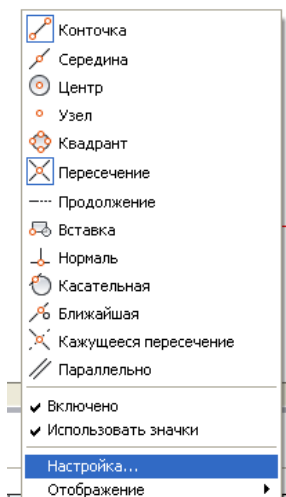

Рис.106
- с. Из начала координат нужно провести две осевые линии под углом 45° . Для этого нужно провести настройку режима с помощью контекстного меню (*Настройка*) кнопки *Объектная привязка* (она находится в строке состояния) (рис.106) на вкладке *Отслеживание* диалогового окна *Режимы рисования*.